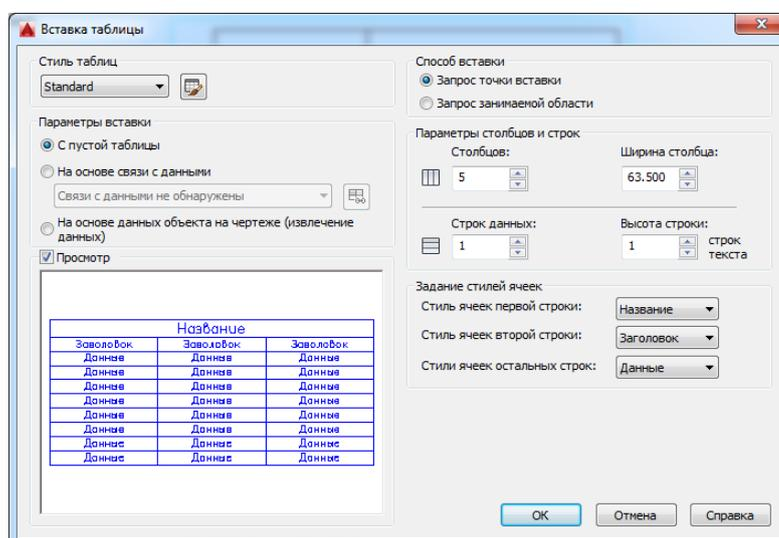

Рис. 8.
4. Вызовите из меню *Рисование* ⇒ *Таблица...* или с панели инструментов кнопка . Откроется окно Вставка таблицы (рис. 8).